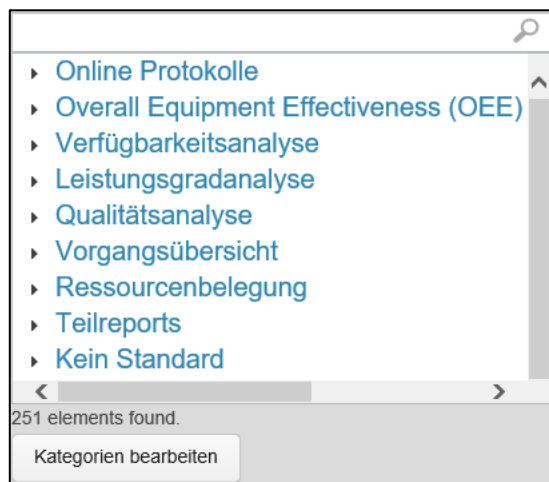

Bild 152: Navigationsbereich
1. Auf **Kategorie bearbeiten** klicken (siehe Bild 152).